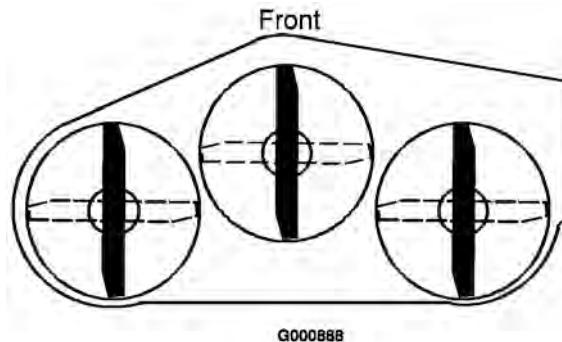

Figure 36
3. Tournez les lames dans le sens longitudinal (Figure 36). Mesurez la distance entre la surface plane et la pointe des lames (Figure 37) et notez cette valeur.